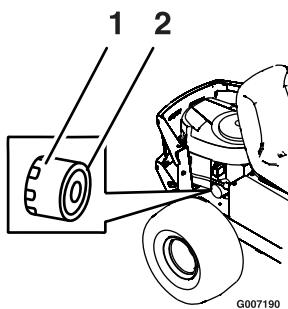

Figura 34
8. Rimuovete il vecchio filtro e pulite lo spessore di montaggio (Figura 34).